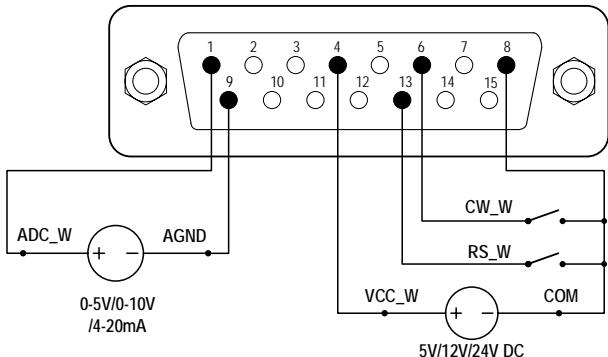
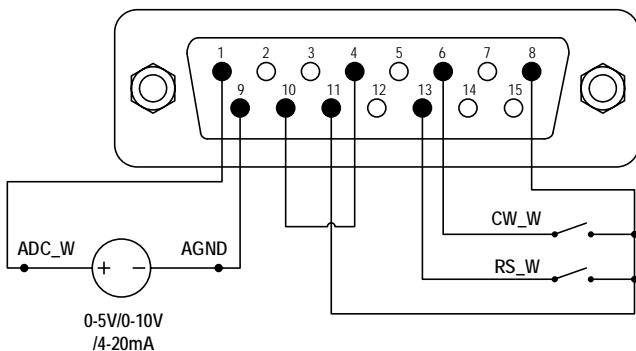

Abbildung 9. DB15-Verkabelung mit externer Stromquelle
Abbildung 10. DB15-Verkabelung mit der internen 12V DC-Stromquelle
- 1) Schalten Sie die Stromversorgung aus. Verdrahten Sie den DB15-Stecker gemäß *Abbildung 9* oder *Abbildung 10* und schließen Sie ihn an den DB15-Anschluss auf der Rückseite der Pumpe an.